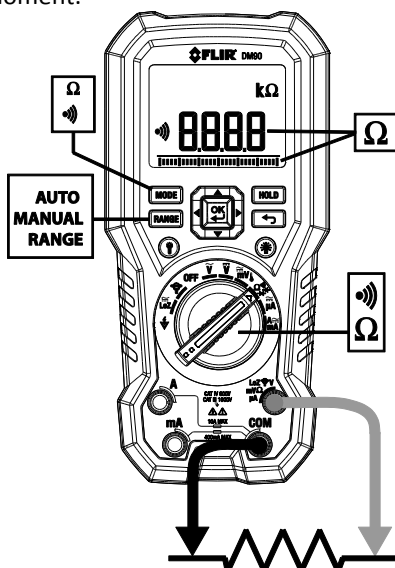

Fig. 5-2 Weerstand en Continuïteitsmetingen
1. Zie Fig. 5-2. Zet de functieschakelaar op de Ω positie.